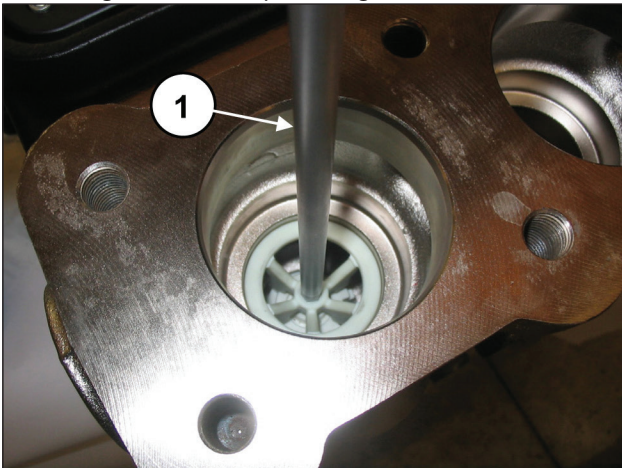

Fig. 93
Extraer el distanciador de la guía de la válvula utilizando una llave hexagonal de 8 mm (pos. ①, Fig. 93).